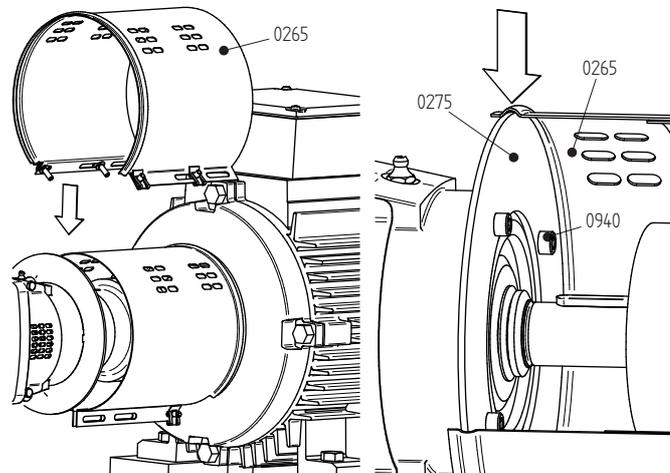

Abbildung 13: Montieren der Haube auf der Pumpenseite.
- 5 Die Schrauben (0940) lösen und die Montageplatte (0275) vom Lagergehäuse (0010) entfernen. Siehe Abbildung 13.
- 3 Die Montageplatte (0275) mit den Schrauben (0940) am Lagergehäuse (0010) befestigen. See Abbildung 13.